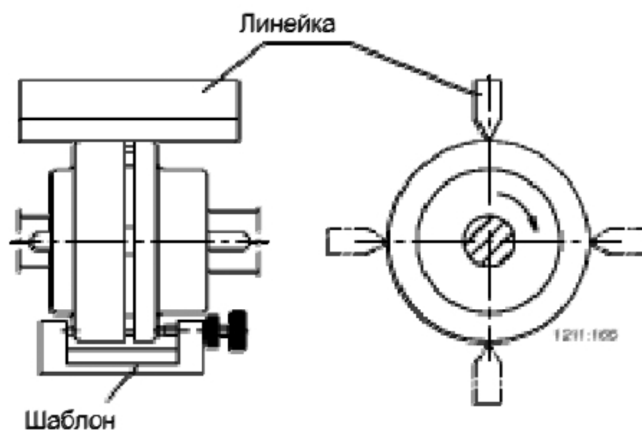

Рисунок 2
c) ширина зазора между обоими полумуфтами должна быть одинаковой по всему периметру (контроль зазора проводить линейкой или шаблоном – см. рис. 2);